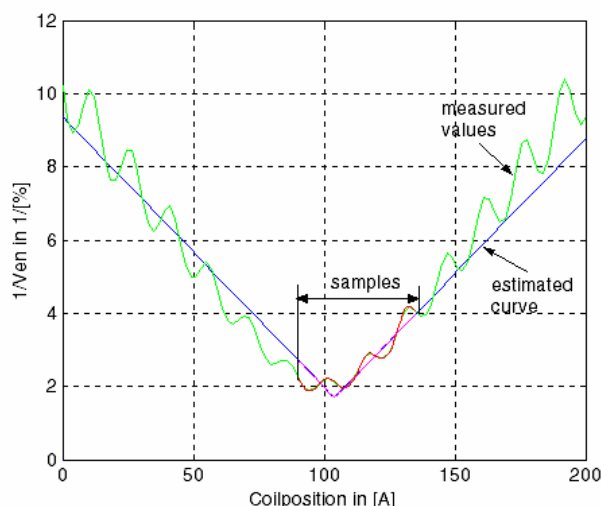

Рис. 2.24: Обратная резонансная кривая, определенная по образцам значений
Рис. 2.24, который представляет оценку обратной резонансной кривой (см. уравнение (19) и Рис. 2.10), путем применения определенных образцов измеренных значений для расчета параметров. Истинная точка резонанса сети лежит на уровне 100 А.